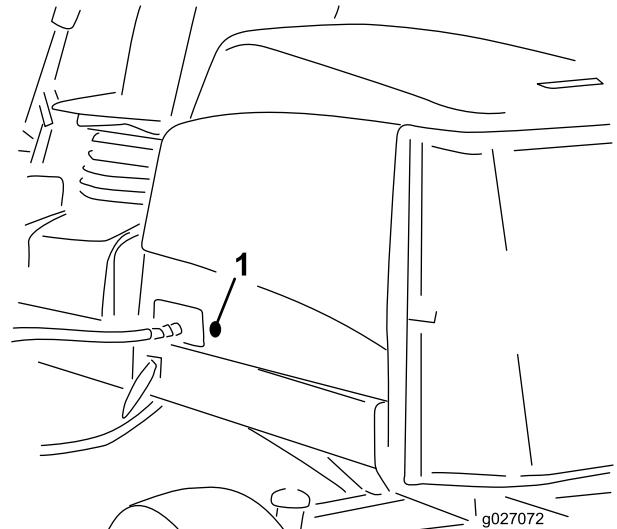

Bild 35
2. Nehmen Sie die Gummidichtung aus dem Loch links an der Motorhaube heraus (Bild 35).